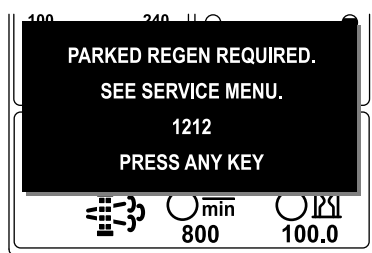

Figura 49
- É necessária regeneração em estacionamento AVISO N.º 1212 (Figura 49)